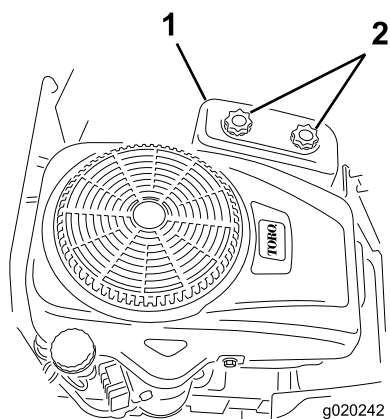

Figure 24
4. Déposez le couvercle du filtre à air en desserrant les 2 boutons (Figure 24).
3. Reposez le couvercle du filtre à air et serrez les deux boutons (Figure 24).